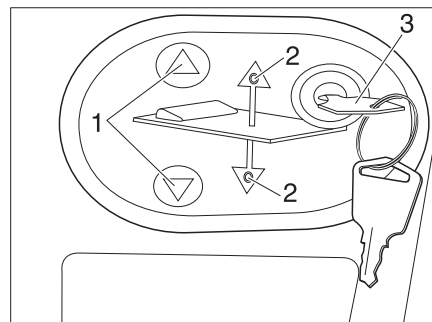

Fig. 158 Panel de mando de la cama elevada eléctrica
- Introducir la llave (Fig. 158,3) en el panel de mando.
- Pulsar y mantener pulsada la tecla  (Fig. 158,1). La correspondiente LED (Fig. 158,2) se enciende y la cama elevada baja a la posición media y luego se detiene.
- Pulsar y mantener pulsada la tecla  (Fig. 158,1). El LED correspondiente (Fig. 158,2) se enciende y la cama elevada se mueve hasta abajo del todo.